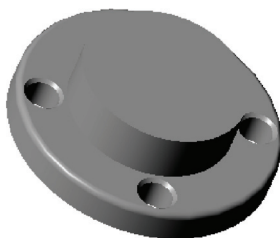

图 8-90 打开模型文件
STEP 01 单击快速访问工具栏中的“打开”按钮, 打开模型文件, 如图 8-90 所示。